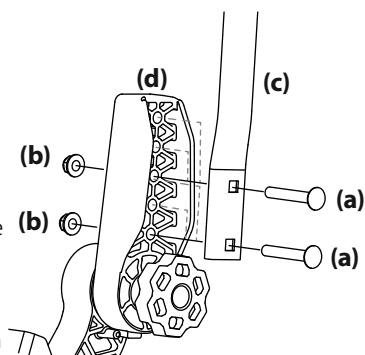

Figura 7
- Extraiga los dos tornillos de carro (a) y las dos tuercas de seguridad con brida (b) que sujetan la palanca de control de la transmisión de barra de seguridad (c) hasta el regulador de la palanca superior (d). Consulte la Figura 7.
- Mueva la palanca de control de la transmisión de barra de seguridad hasta una de las tres alturas disponibles y sujetela en su lugar con los tornillos del carro y las tuercas de seguridad de brida. Consulte la Figura 7.
4. Si las palancas de control no se alinean después de ajustar la perilla, afloje las tuercas (b), alinee las palancas de control y vuelva a apretar las tuercas. Una vez que se realiza este ajuste fino, las palancas de control se alinearán al usar el ajuste de la perilla. Consulte la Figura 7.